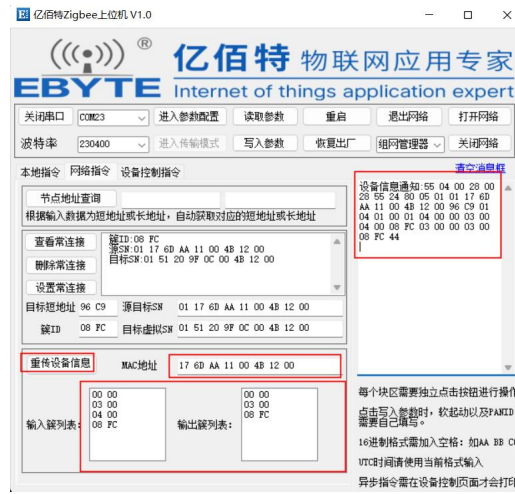

图 1-11
- 2、填写完成后, 执行“重传设备信息”。也可发送串口指令: “55 0B 00 28 17 6D AA 11 00 4B 12 00 B0”。见图 1-11